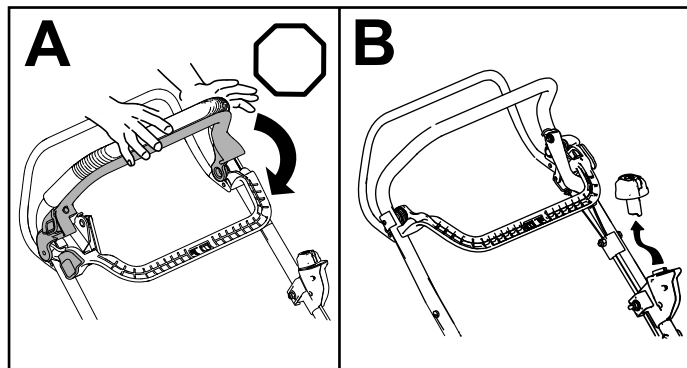

Figura 18
1. Liberte a barra de controlo da lâmina (A de Figura 18).
2. Remova o botão de arranque elétrico do interruptor de arranque elétrico (B de Figura 18).